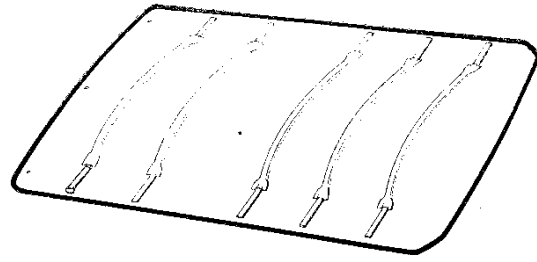

Fig. 8-27. Hemelbekleding
5. Monteer de togen in de nieuwe hemelbekleding. Let erop dat ze aan de uiteinden voorzien zijn van rubber doppen zoals Fig. 8-27 laat zien.